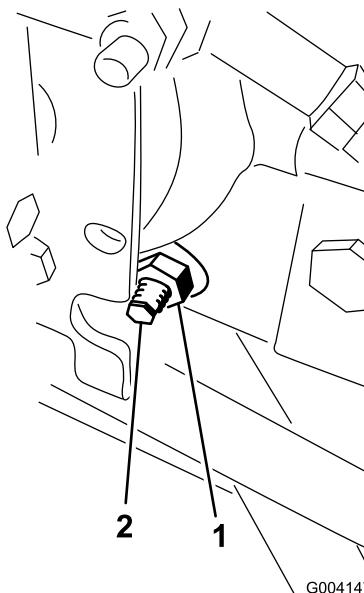

Bild 68
3. Lösen Sie rechts am Hydrostat die Sicherungsmutter an der Fahrantrieb-Einstellnocke (Bild 68).